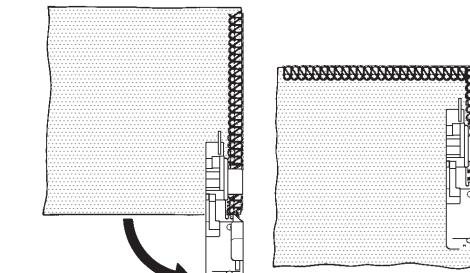

Fig. 1
3. Turn the fabric, lower the presser foot and begin stitching in the new direction. Fig. 1.
3. Tourner le tissu, redescendre le pied presseur et coudre dans la nouvelle direction (Fig.1).
3. Gire el tejiido, baje el pie prensatelas y continue cosiendo en la nueva dirección. Fig. 1.
1. Snap the detachable cord guide, in your accessory set onto the thread guide pole (Fig. 1).
2. Place a ϕ filler ϕ cord, such as a crochet cotton, gimp, wool, knitting yarn, or shirring elastic at the rear of the machine spool pin. Pass the cord through the cord guides (1) and (2) and then through the left needle thread guide (3). See Fig. 1.
1. Placer le guide-fil spécial amovible doté en accessoire sur l'antenne porte-fils (Fig.1).
2. Placer un fil de renfort, tel que fil de laine, cordonnet fin ou élastique, etc ... à l'arrière des porte-bobines de la machine. Passer le fil de renfort dans les guides spéciaux (1) et (2) montés sur la coque de la machine, puis dans le passe-fil de l'aiguille gauche (3). Voir Fig.1.
1. Colocar la guía del cordón en la barra guía del hilo (Fig. 1).
2. Colocar un cordón ¢rellenador¢ como algodón de ganchillo, guimpe, lana, hilo de punto o hilo arrugado elástico en la parte posterior del carrete de la máquina. Pasar el cordón a través de las guías del cordón (1) y (2) y luego a través de la guía del hilo de la aguja izquierda (3). Ver Fig. 1.